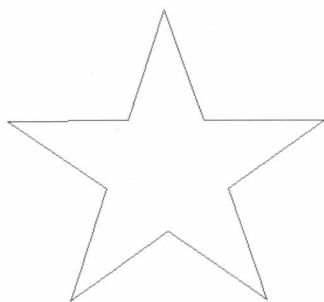

图 1-13 五角星效果
(8) 单击二维绘图工具栏上的“删除”命令按钮 ,删除正五边形,得到五角星图案。之后我们还可以通过执行【修改】→【修剪】菜单命令,将五角星内部的线条修剪掉,形成另一种五角星的效果,如图 1-13 所示。